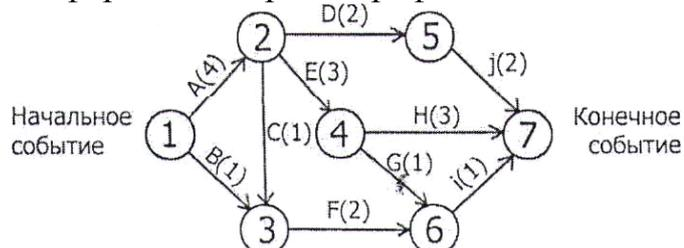

Рис. 6. Сетевой график расчета технологического оборудования
1. На основе информации строим график выполнения операции (рис.6)